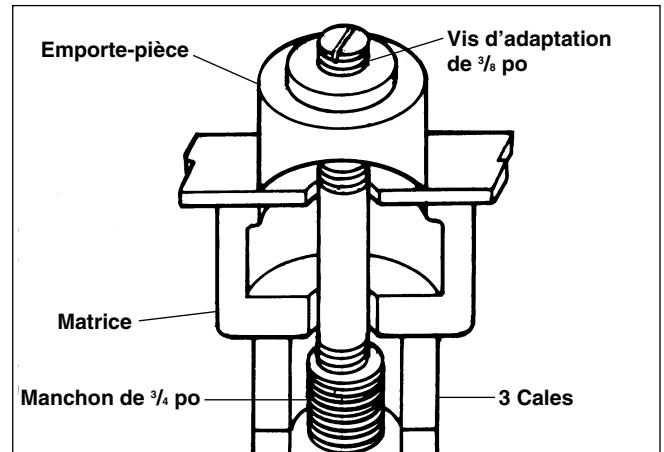

Figure 3 – Décochage de trous de 1/2 po
5. Positionnez la matrice de 1/2 po sur le manchon de 3/8 po avant de faire passer l'extrémité du manchon à travers l'avant trou déjà percé, puis filetez l'emporte-pièce sur le manchon de manière à ce que sa pointe vienne à peine toucher la surface du matériau (*Figure 3*). Actionnez la pompe comme indiqué ci-dessous.